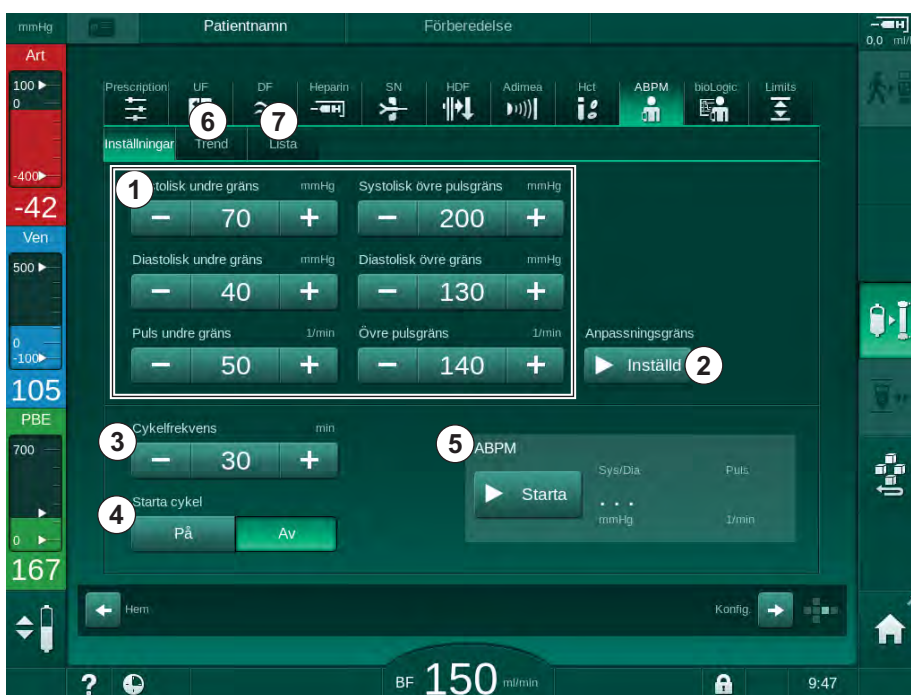

Bild 11-5 ABPM-inställningar på skärmen *Inmatning*
2. För att anpassa larmgränserna till värden runt uppmätt blodtryck, tryck på *Anpassningsgräns, Inställd* (Bild 11-5 , ② ).
1. För att aktivera/inaktivera cykliska mätningar inom den inställda mätfrekvensen, välj *Start cykel*, *På* (Bild 11-5 , ④).
2. Välj *Cykelfrekvens* för att ställa in mätfrekvensen ③ . Möjligt intervall: 1 till 60 minuter.
Tryck på *Starta* i grupprutan *ABPM-inställningar* på skärmen *Inmatning* (Bild 11-5 ABPM-inställningar på skärmen Inmatning (256), ⑤ ).